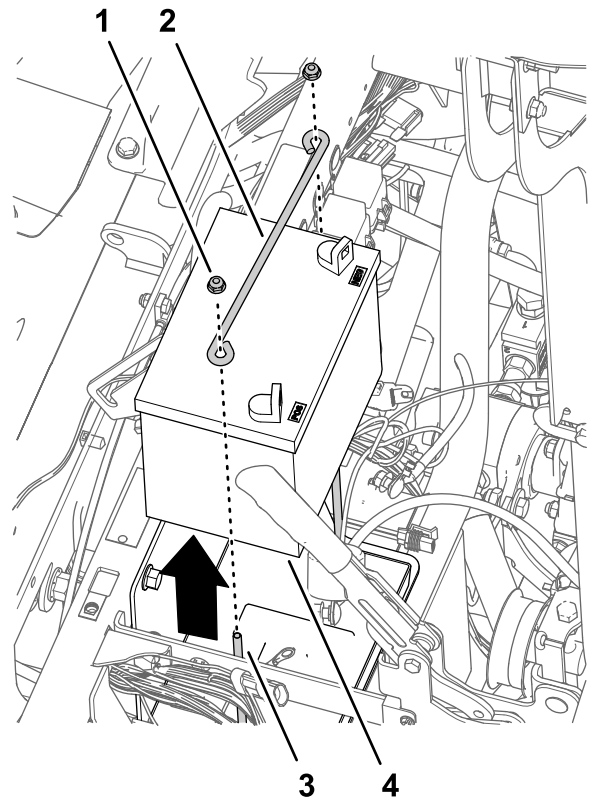

图 168
4. 将在 拆卸方向盘 \(页码 60\) 的步骤 2 中卸下的盖子安装到方向盘上 图 168。
1. 从将电池固定至机器电池支架的 J 形螺栓上卸下 2 个凸缘锁紧螺母和压紧装置杆 图 168。
2. 从机器上卸下电池 图 168。